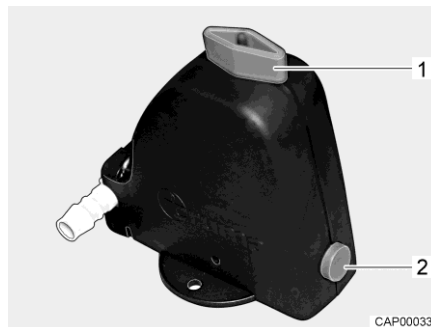

Fig. 269 Valvola di sicurezza/di scarico (Truma)
- Aprire la valvola di sicurezza/di scarico (Truma). A tal fine ruotare la manopola (Fig. 269,1) nel senso della lunghezza della valvola di sicurezza/di scarico. Il bottone automatico (Fig. 269,2) scatta all'infuori.